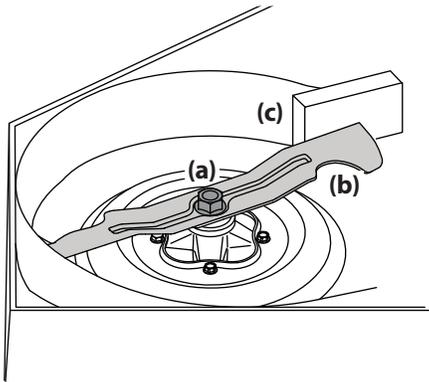

Figure 4-17
2. À l'aide d'une clé de $1\frac{5}{16}$ " , retenez l'écrou sur le haut de la fusée, puis desserrez l'écrou hexagonal (a) qui fixe la lame (b) à la fusée. Pour desserrer plus facilement l'écrou hexagonal (a) qui fixe la lame, placez un petit bloc de bois (c) entre le plateau de coupe et le tranchant de la lame (b). Voir Figure 4-17.